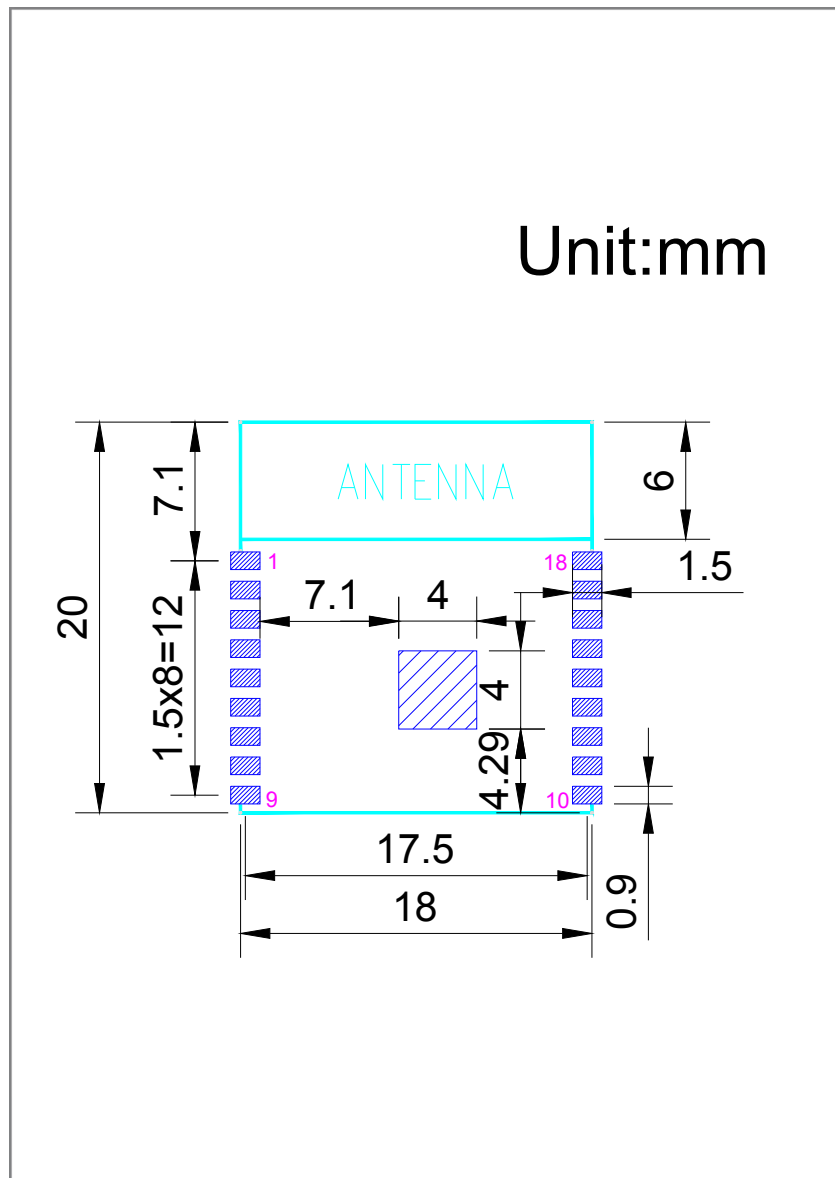
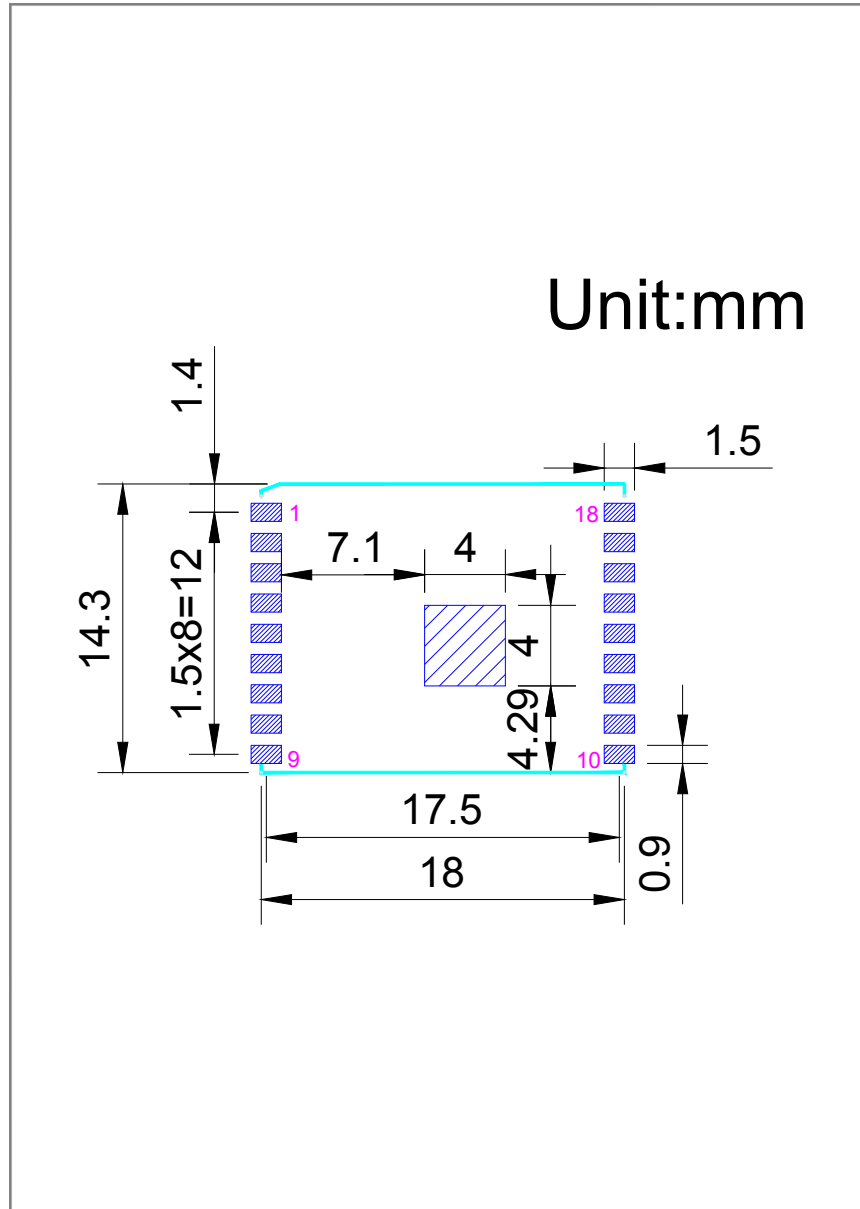

图 8-1. ESP-WROOM-02D PCB 封装图形
图 8-2. ESP-WROOM-02U PCB 封装图形
- 推荐 PCB 封装图，标有 PCB 设计所需的全部尺寸。详见图 8-1 和图 8-2。
- 推荐 PCB 封装图的源文件，用于测量图 8-1 和图 8-2 中未标注的尺寸。您可用 Autodesk Viewer 查看 ESP-WROOM-02D 和 ESP-WROOM-02U 的封装图源文件。